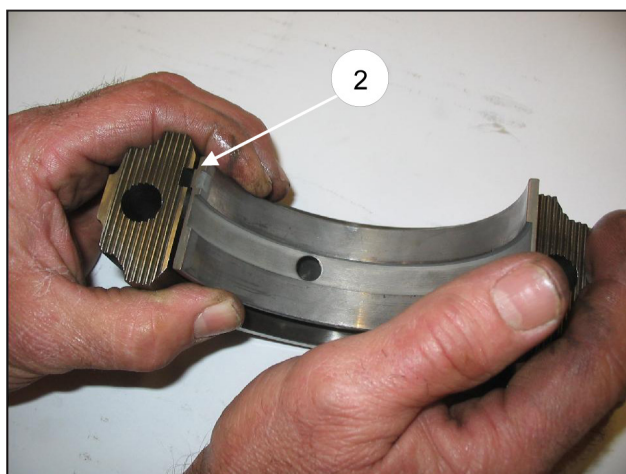

Fig. 6/a
Antes de ensamblar los vástagos guía del pistón en aquellos casos en los que hayan sido desmontados, comprobar que las juntas tóricas estén colocadas correctamente (pos. ①, Fig. 6/b); si es necesario, sustituirlas.